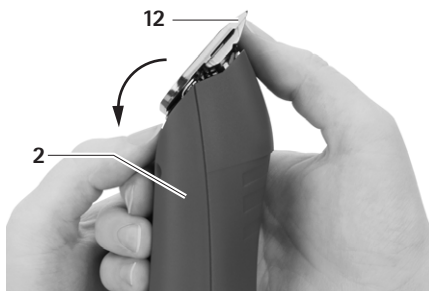

Рис. 4
- Откинуть стригущую головку **12** вперед, см. Рис. 4.